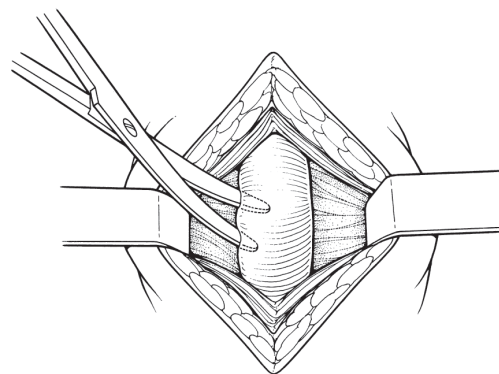

Figure 4-6. Disséquer le muscle bulbo-caverneux
2. Procéder à une incision périnéale, au niveau de la ligne centrale, et pratiquer une dissection franche du muscle bulbocaverneux tout autour de l'urètre bulbaire. (**Figure 4-6**)